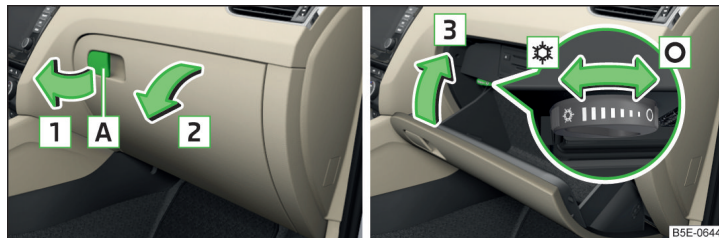

Abb. 108 Ablagefach öffnen / Ablagefach schließen und Luftzufuhr bedienen
- Zum **Öffnen** den Griff **A** in Pfeilrichtung **1** ziehen und den Deckel in Pfeilrichtung **2** klappen » Abb. 108.
- Zum **Öffnen** den Drehschalter bis zum Anschlag in die Position \star drehen » Abb. 108.